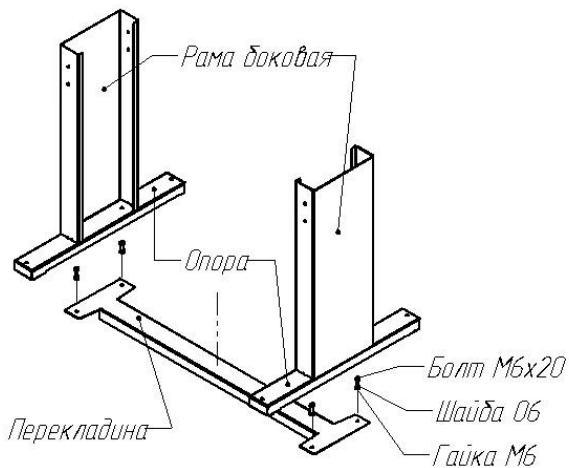

Рис.2
5.2.1 **Этап I.** Сборка основания (см. рис. 2).
5.2.1.1 Болтами М6х20 скрепить опоры с перекладиной, как показано на рис. 2.